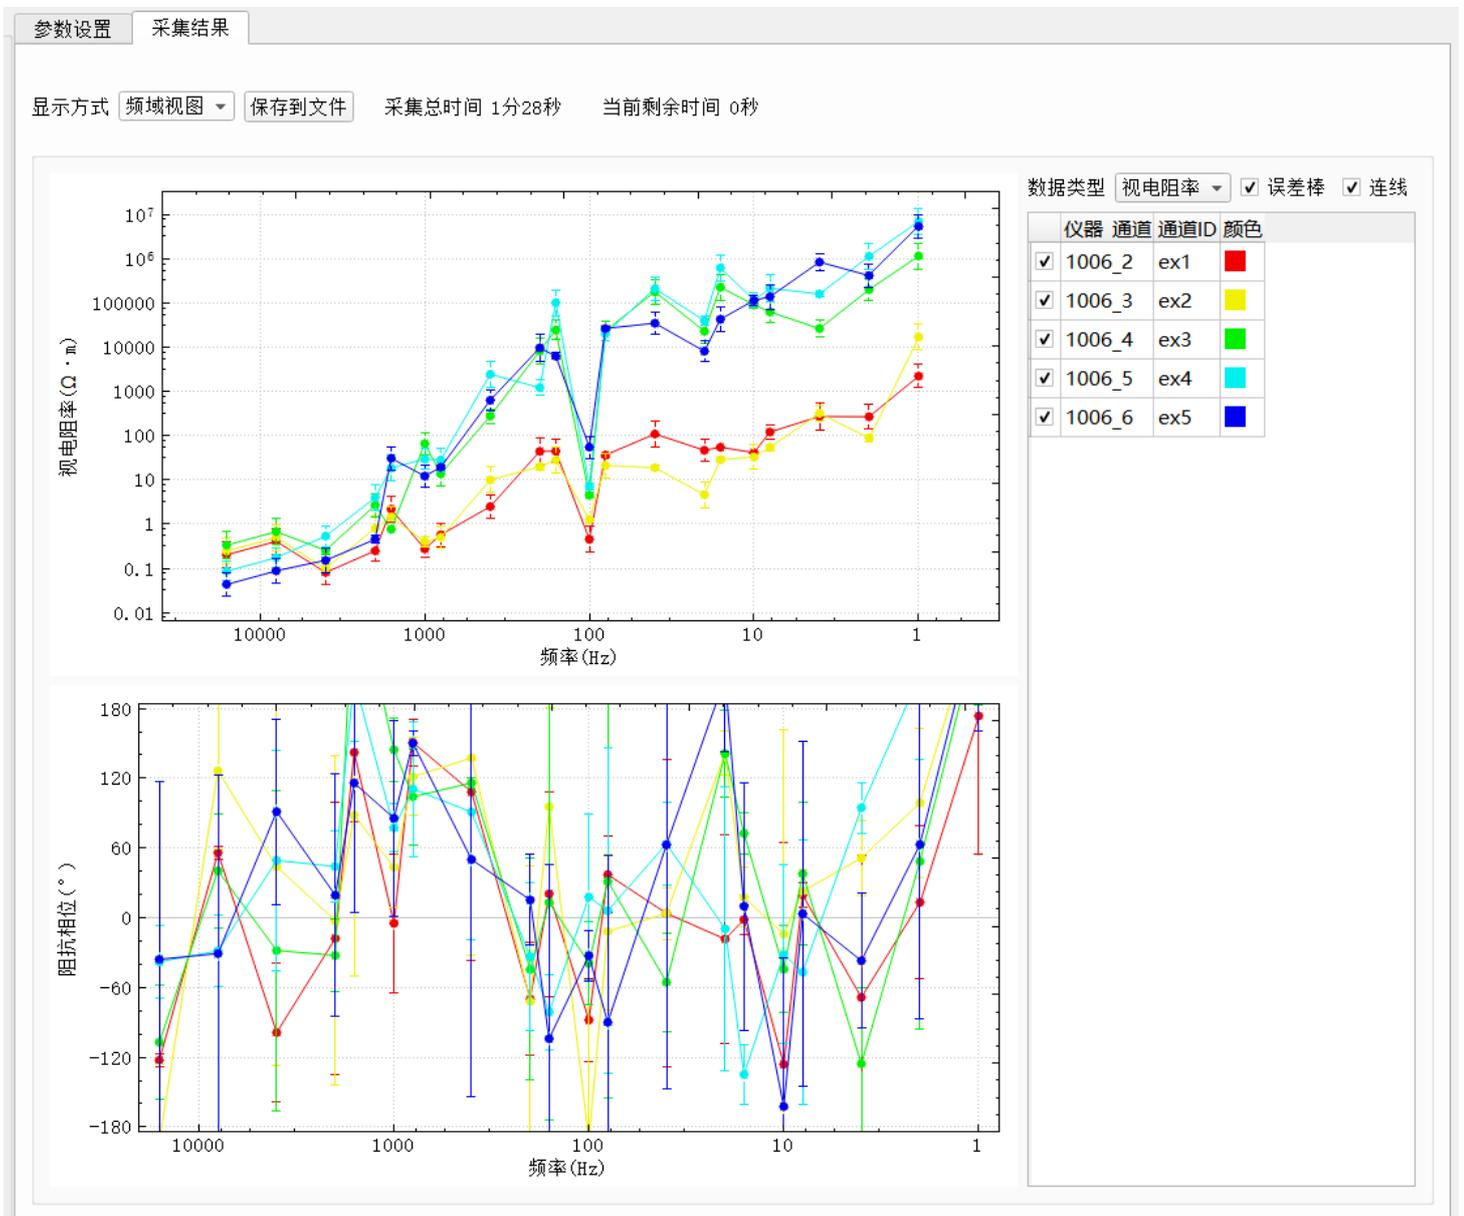

图 5-7. 视电阻率显示页面
- 单击“采集结果”，将控制软件的页面切换到视电阻率显示页面，软件可以实时显示计算出的视电阻率结果，如图 5-7 所示。该页面的具体操作见下一节。